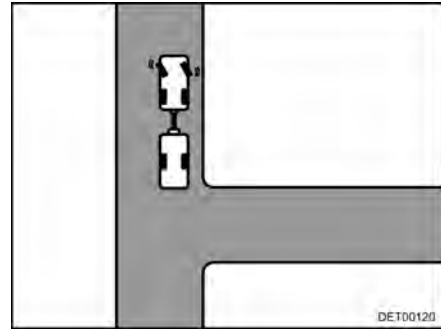

Fig. 14 Girar el volante hacia la izquierda
- Girar el volante hacia la izquierda con la caravana detenida (Fig. 14).